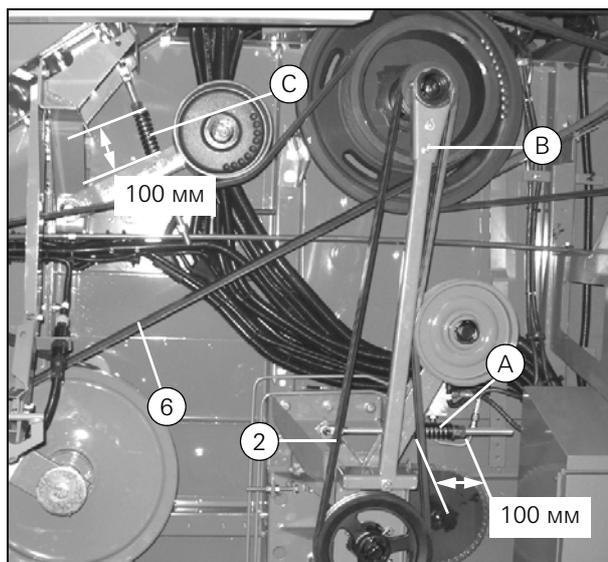

Рисунок 33
2. Отсоедините опорный кронштейн в точке (В) (Рис. 33).
3. Отверните центральный болт на опорном кронштейне (F).
5. Ослабьте ремень при помощи пружины (С) (Рис. 33).